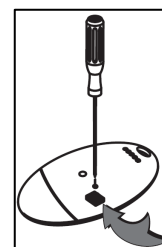

FIG. 9
4. La pantalla mostrará “Hidden button” (botón oculto). Oprima el botón oculto del transmisor que quiera guardar como se muestra en la Fig. 9.